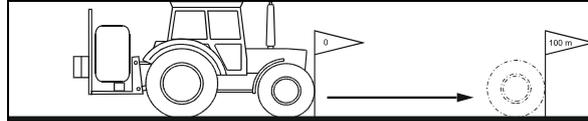

Fig. 4
2. Marquez le point de départ et le point d'arrivée (Fig. 4).